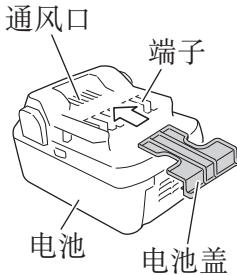

图2
- 为防止发生短路，应将电池装入工具中或者在存放时牢固地插入电池盖，直至看不到通风口。(参照图2)